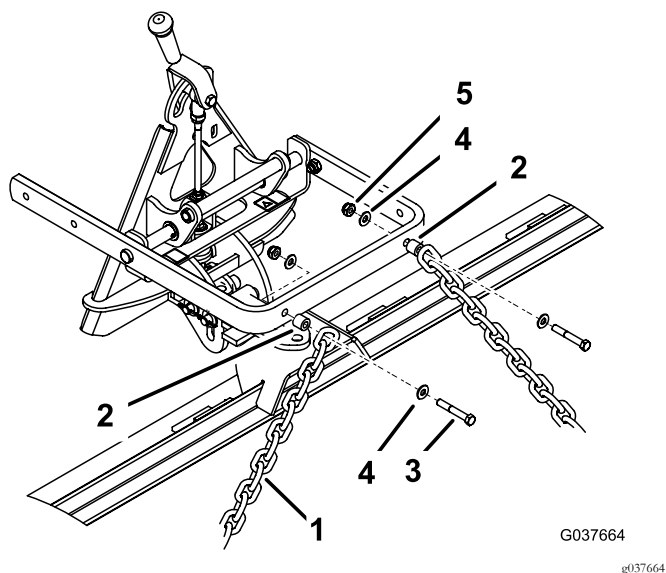

Figura 4
2. Fissate l'anello superiore di ciascuna catena alla parte posteriore del braccio di sollevamento utilizzando un bullone (3/8 x 2-1/2 poll.), 2 rondelle (3/8 x 7/8 poll.), un distanziale e un dado di bloccaggio (3/8 poll.); fate riferimento a Figura 4.